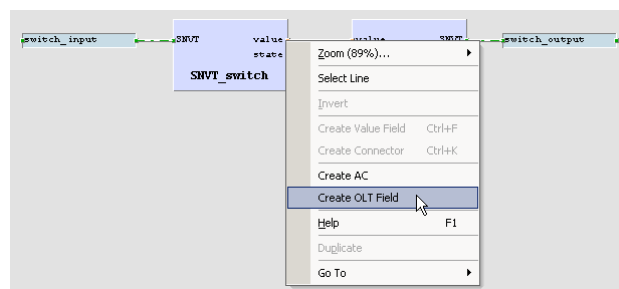

Abbildung 8: Erstellen eines Online Test-Felds
- Für spätere Fehlersuche empfiehlt es sich, Online Test-Felder in den Plan hinzuzufügen, um den aktuellen Wert der Signale während des Online-Tests anzuzeigen. Dafür klicken Sie mit der rechten Maustaste auf den Ausgangswert des Funktionsblocks und wählen Sie aus dem Kontextmenü den Punkt **Create OLT Field** wie in Abbildung 8 gezeigt.